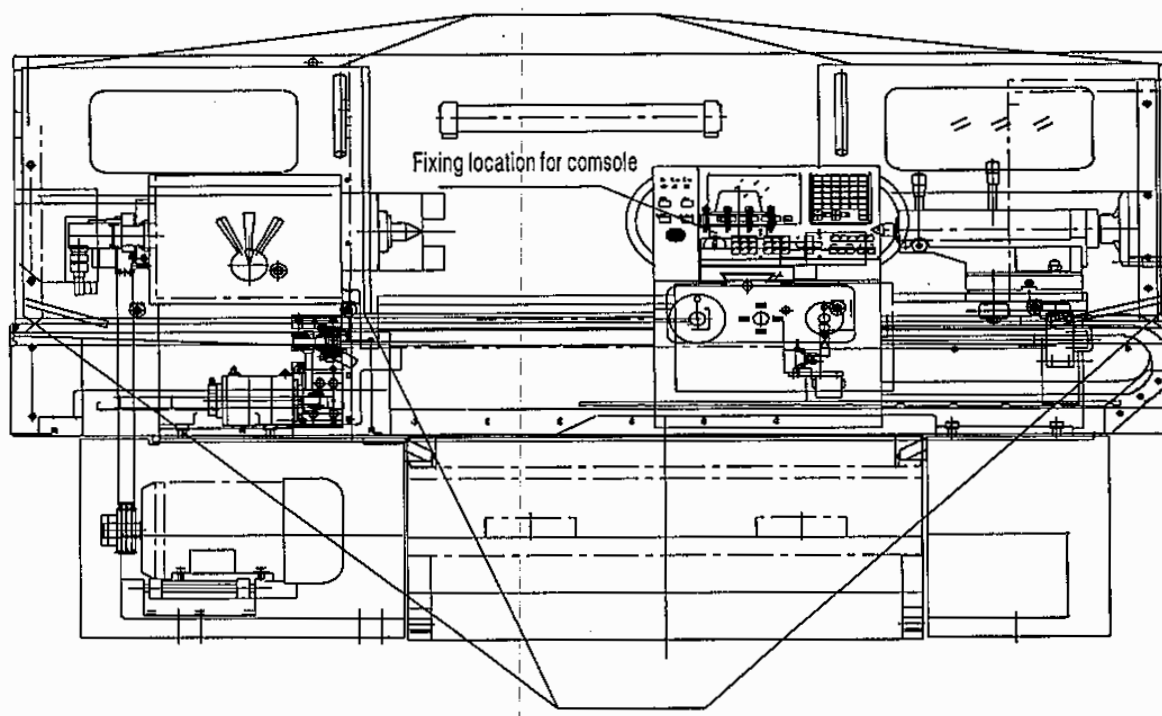

Рис. 2 Схема фиксации подвижных частей станка при транспортировке
- При транспортировке станка в целях безопасности следует зафиксировать все подвижные части (такие как дверца ограждения, консоль и т.д.), (см. рис. 2). Перед началом работы на станке следует убрать все фиксирующие пластины и прокладки и сохранить их для дальнейшего использования.